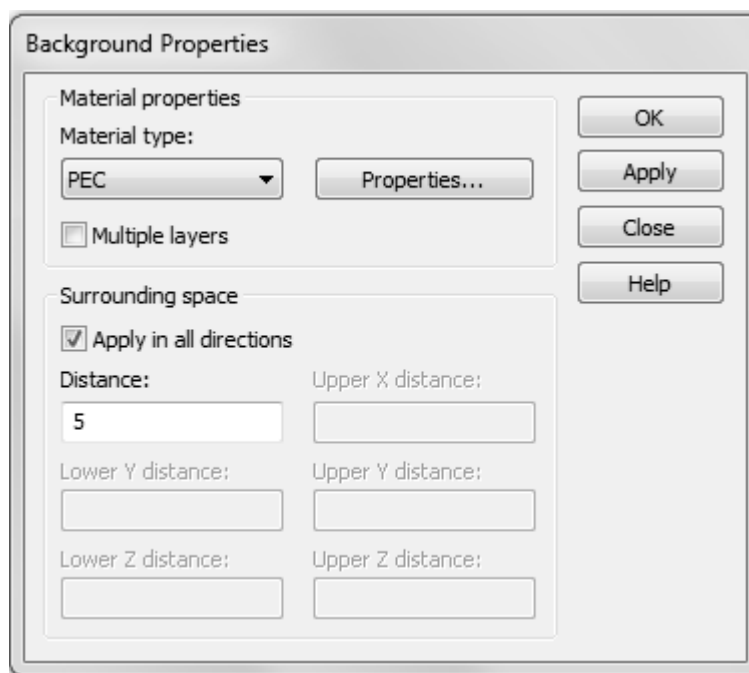
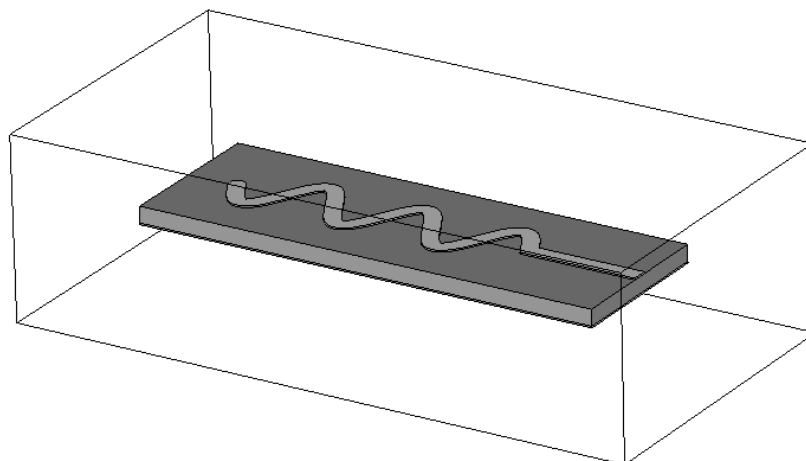

Рисунок 35. Окно настроек *Background*
Рисунок 36. Границы моделирования устройства
- *Background* – задание типа материала, который будет заполнять всё окружающее пространство, а также незаполненные объектами пространства внутри модели (рис. 35). Для численного решения интегрального метода расчёта распределения электромагнитного поля внутри модели, вся модель ограничивается описанным прямоугольным параллелепипедом (рис. 36), в котором проводится расчёт.
Существует два различных типа порта – волноводный *Waveguide Port* и дискретный *Discrete Port* (рис. 36). Волноводный порт имитирует собой бесконечно длинный волновод, подключённый к устройству, и, имеющий идеальное согласование с входом.